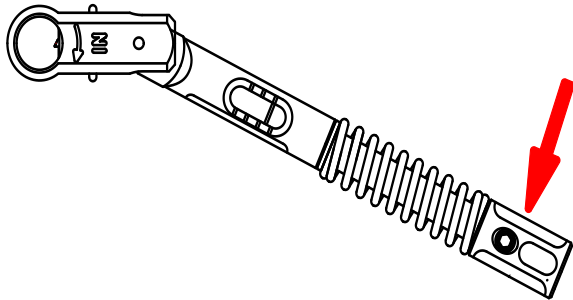

Рис. 2
- Точка нажатия для точного срабатывания крутящего момента находится исключительно на ручке регулировочной гайки (см. стрелку на **Рис. 2**).